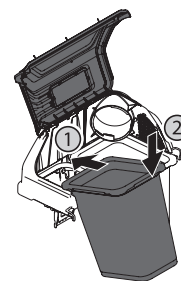

Figura 13
7. Coloque ambos conjuntos de bolsas en las ménsulas de soporte de bolsa insertando primero el borde delantero (1), y luego bajando el borde posterior hasta que calce en el conjunto (2) como se muestra en la Figura 13.